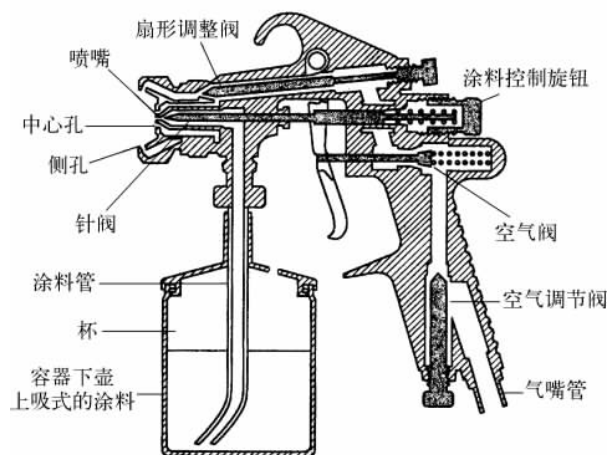

图 3-23 吸上式空气喷枪的结构图
(1) 喷枪的结构 喷枪主要由气帽、喷嘴、针阀、扳机、气阀、调节钮和手柄等组成。典型的吸上式空气喷枪的结构如图 3-23 所示。